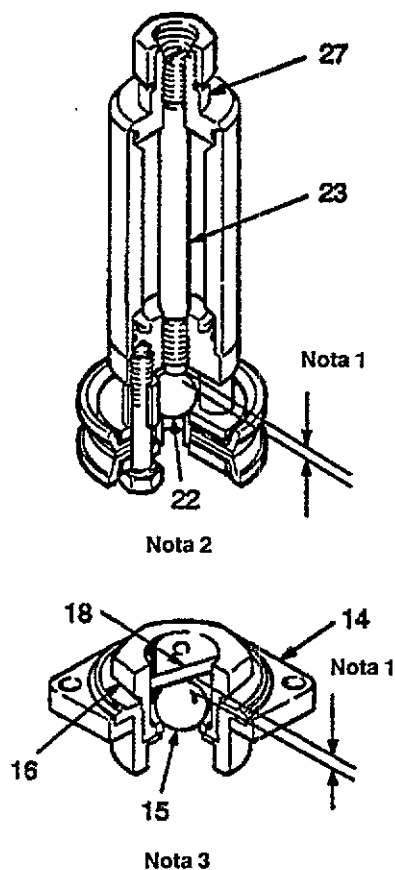

Fig. 2
Ved. Fig. 2. Le valvole del pistone del fluido e di aspirazione sono predisposte per il pompaggio di fluidi a media viscosità. Il perno di fermo della sfera (18) nella valvola di aspirazione si trova nella serie di fori inferiori. La corsa della sfera del pistone è regolata a 5,2 mm, misurando dall'estremità dello stelo del tuffante regolabile (23) alla parte superiore della sfera (22). Tale distanza equivale a quattro giri completi dello stelo (23) dalla parte superiore della sfera.
1. Nel caso in cui si pompino fluidi ad alta viscosità e la pompa funzioni in modo irregolare, smontare la pompa come illustrato a Pag. 4. Per aumentare la corsa della sfera nella valvola del pistone, serrare il pistone in una morsa, allentare la calotta superiore (27) per ridurre la tensione sullo stelo del tuffante (23) e ruotarlo in senso antiorario di due giri completi rispetto alla posizione predeterminata, oppure in misura sufficiente a regolare la corsa totale della sfera a 7,8 mm.
2. Nel caso in cui si pompino fluidi ad bassa viscosità e si formino delle fluttuazioni, smontare la pompa come illustrato a Pag. 4. Controllare che il perno (18) nella valvola di aspirazione si trovi nella serie inferiore di fori. Per ridurre la corsa della sfera nella valvola del pistone, serrare il pistone in una morsa, allentare la calotta superiore (27) per ridurre la tensione sullo stelo del tuffante (23) e ruotarlo in senso orario di due giri completi rispetto alla posizione predeterminata, oppure in misura sufficiente a regolare la corsa totale della sfera a 2,6 mm.